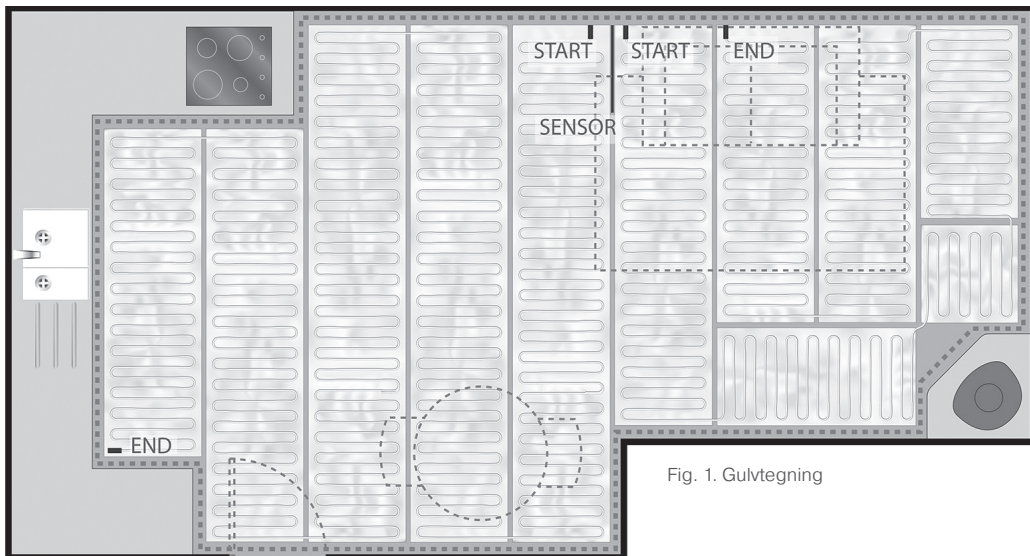
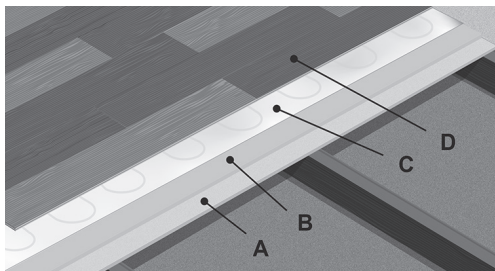

Fig. 1. Gulvtegning
Fig. 2. Gulvoppbygging
Når du planlegger gulvvarmeoppsettet (Fig. 1), er det retningslinjer som må følges for å utføre en riktig installasjon. Nedenfor er retningslinjene som skal oppfylles ved planlegging av installasjon og tegning av rommet (se Fig. 1 – oppvarmet område avgrenset av stiple linje).
Flere varmematter kan kombineres for å gi en god dekning i et rom, men mattene må alltid ha samme effekt per kvadratmeter. Det anbefales å installere så få matter som mulig. Du må fastslå tilkoblingspunktet til termostaten og plasseringen av gulvsensoren og inkludere den i tegningen (se Fig. 1 som eksempel).
1. Lag din egen tegning av rommet når du planlegger installasjonen (Fig. 1). Dette er nødvendig for å installere varmematten riktig og for å dokumentere installasjonen. En typisk gulvoppbygging når du installerer Alumat (Fig. 2).